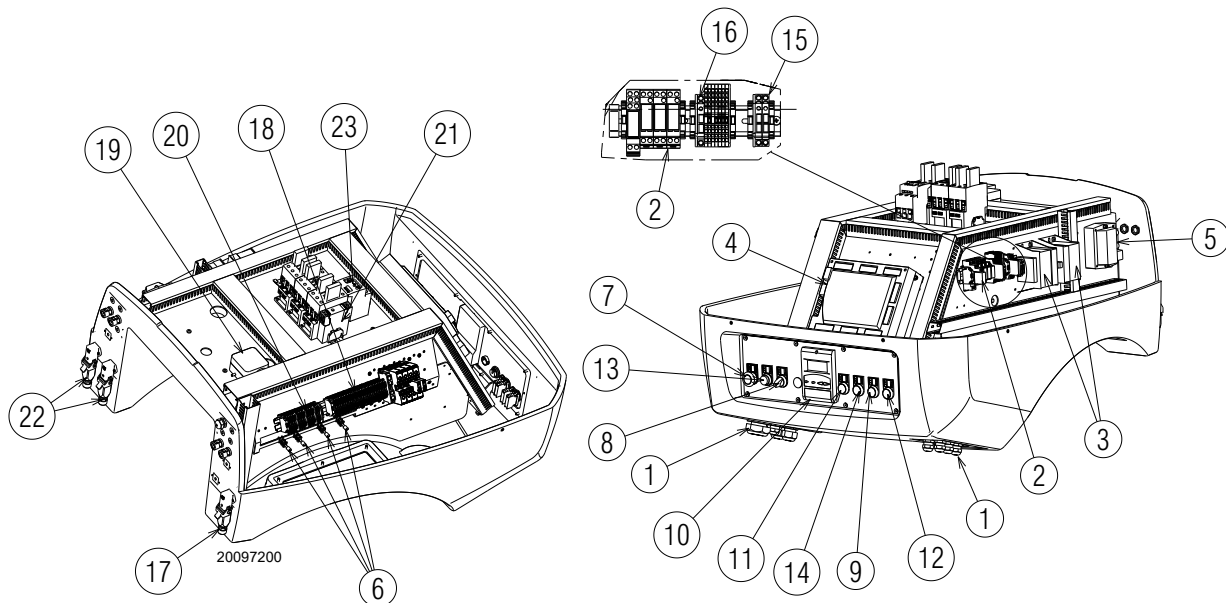

Fig. 6
- **Blocco apparecchiatura:** l'accensione del pulsante 13)(Fig. 6) (**led rosso**) avverte che il bruciatore è in blocco. Per sbloccare premere il pulsante 13)(Fig. 6).